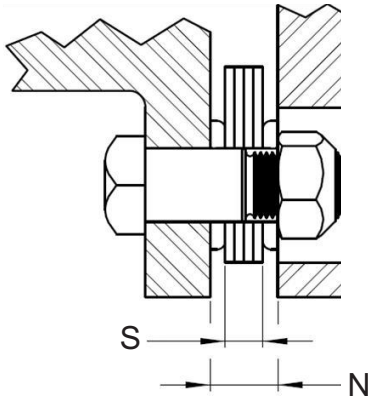

Figure 14 - Valeurs de confirmation de l'alignement.
- 9.2. Pour référence au cours de l'assemblage, mesurez et notez l'épaisseur comprimée du paquet de disques S (tel qu'indiqué à la figure 14) à l'aide d'un micromètre ou d'un pied à coulisse placé à mi-chemin entre les diamètres extérieur et intérieur et entre les deux trous adjacents.
- Si la valeur de  $N_{\text{moyen}}$  est hors de ces spécifications, utilisez une méthode de mesure plus précise pour vérifier si le jeu est acceptable en mesurant l'épaisseur du paquet de disques S tel qu'indiqué à la figure 14. Les disques doivent être fortement comprimés pendant la mesure. Calculez G en soustrayant S de  $N_{\text{moyen}}$ .